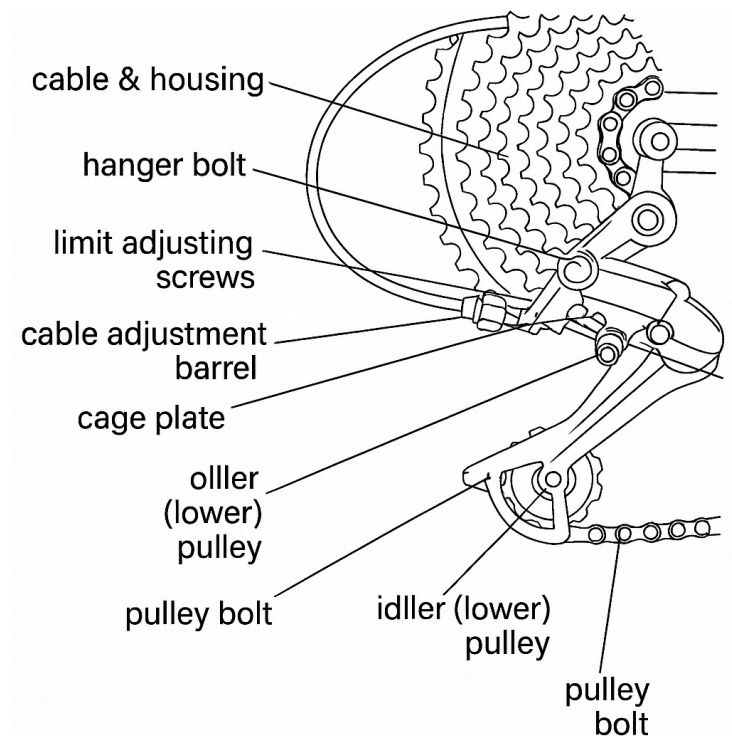

Fig. 8
Le dérailleur arrière comporte deux vis de butée — Haute (H) et Basse (L) — qui empêchent la chaîne de dérailler en allant trop loin. (Fig. 8)